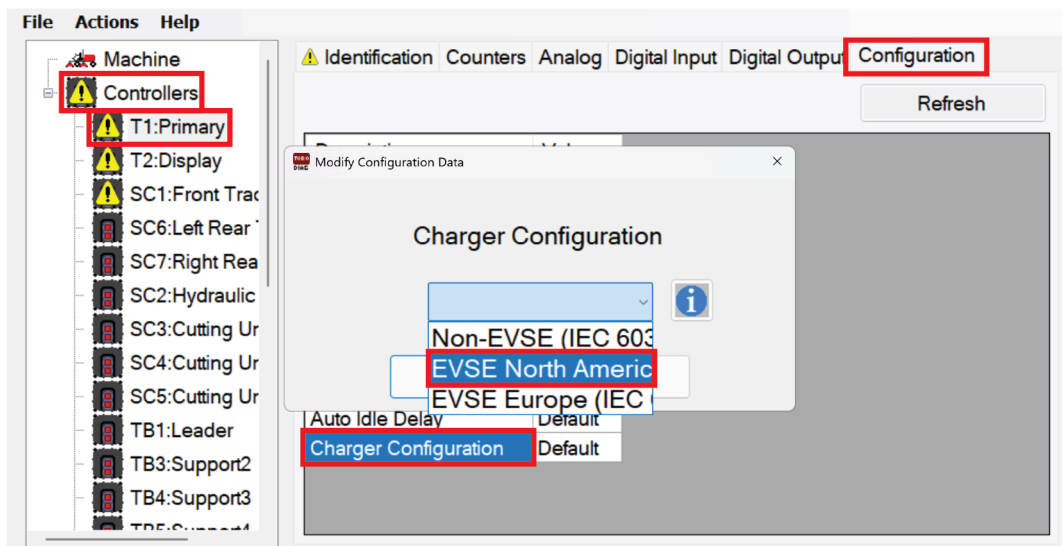

Figure 5
5. La fenêtre **Charger Configuration** s'affiche . Sélectionnez l'option **EVSE North America (J1772)** (Figure 5).